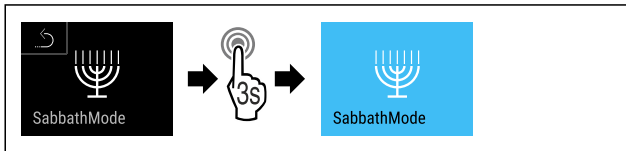

Fig. 71
- ▶ Провести етапи операцій (див. Fig. 71).